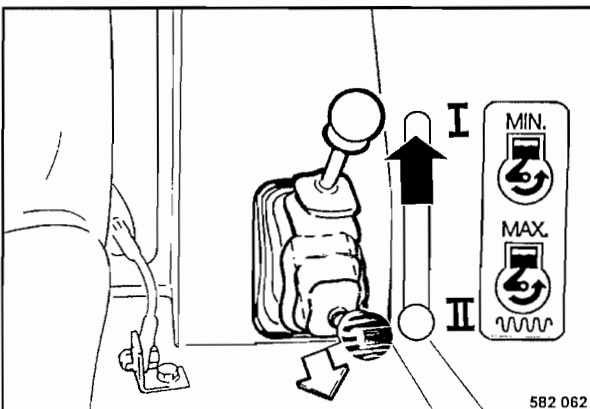

Fig. 33
- Después que el motor gira regularmente hay que retroceder el r.p.m. (Fig. 33) a posición "I" de ralentí.